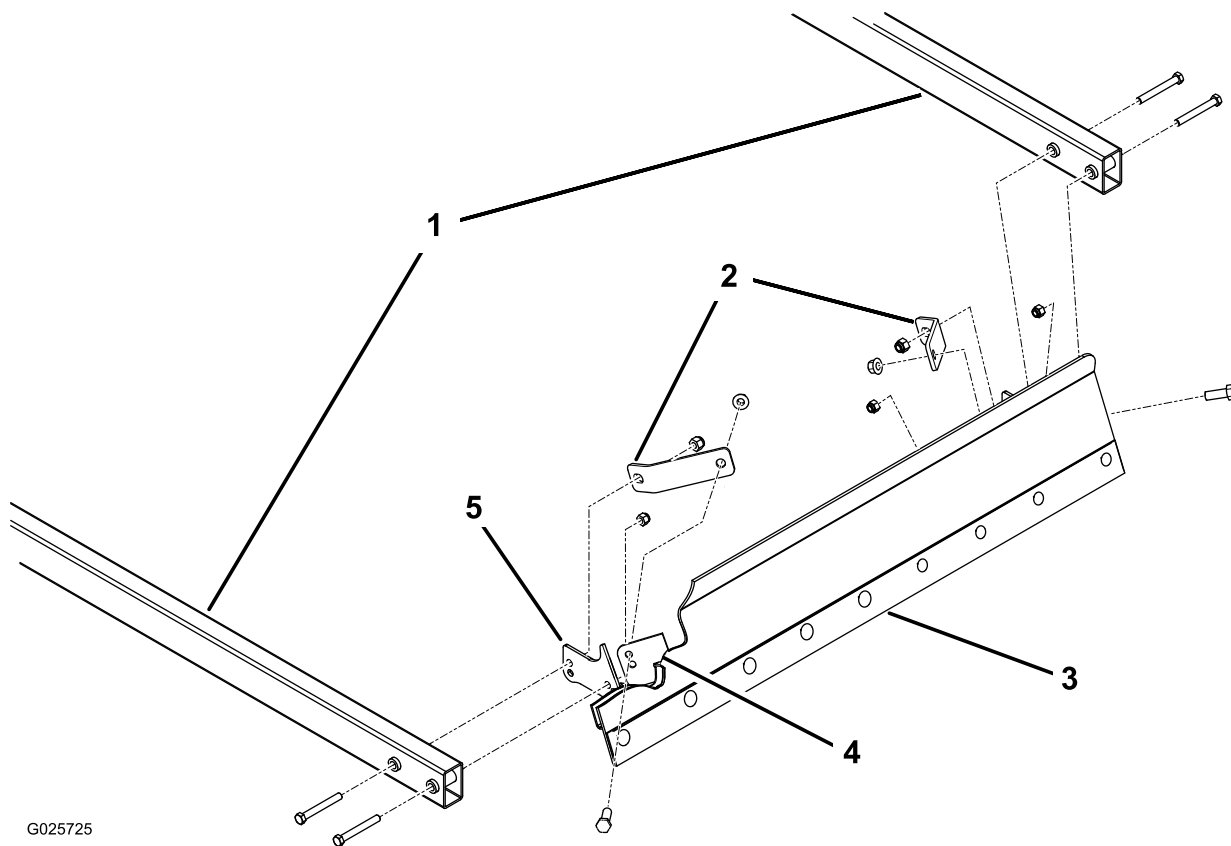

図 5
注 ブレースプレートは 図 5 のように組み付ける。
2. 昇降アームの前部を、排土板取り付けブラケットとブレースプレートに仮止めする。ボルト 3/8 x 3 インチ 4 本とロックナット 3/8 インチ 4 個を使用 図 5 を参照。
注 ブレード取り付けブラケットについている上側の穴を使用すると、排土板の角度が大きくなります 図 5。
3. 排土板を平らな床に預けた状態で、排土板と昇降アームとを連結しているボルト・ナットの本締めを行う 図 5。